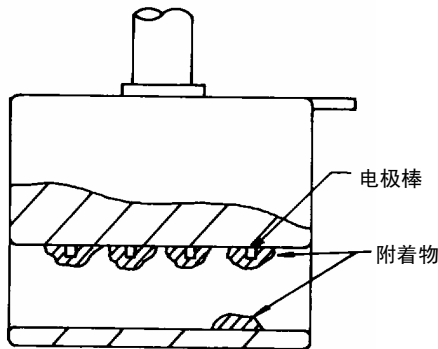

图 19 电极附着物的检查
- 检查电极筒内部以及电极棒上是否有附着物，有附着物时请清洗干净。（图19）